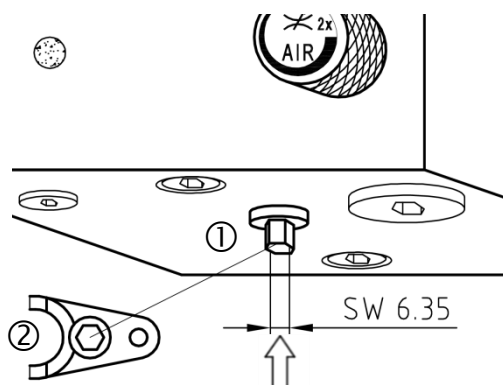

Fig. 18: Vite di sfiato ① su lato inferiore blocco dosatore – utensile ② con esagono incassato
8.2.2 Aprire la vite di sfiato (*Fig. 18 ①*) sul lato inferiore del blocco dosatore manualmente o con l'utensile di riparazione (*Fig. 18 ②* SW 6.35) eseguendo circa 2 giri e lasciare fuoriuscire il lubrificante fino a quando non sarà privo di bolle (durata: circa 5 secondi); in seguito, richiuderla completamente. Per la chiusura è sufficiente la rotazione manuale (bloccaggio o-ring). Per spurgare il sistema idraulico o svuotare il contenitore, è possibile svitare completamente la vite di sfiato.